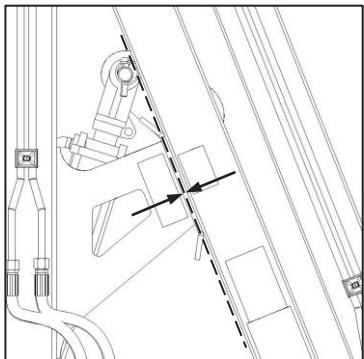

Fig.1
- Always return these implements to the rest position before transporting hay bales over extended distances (Fig. 1).
- Herstel hierdie implemente altyd tot die rusposisie voordat die bale oor lang afstande vervoer word (Fig. 1).